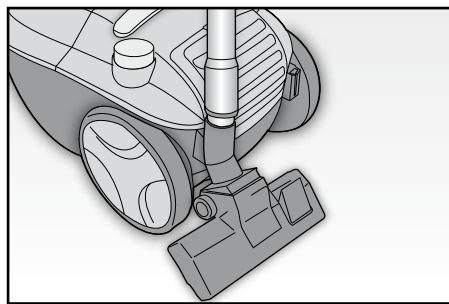

Fig. 6
- E' possibile riporre l'apparecchio, utilizzando l'apposito gancio posteriore per la spazzola pavimenti (FIG. 6).